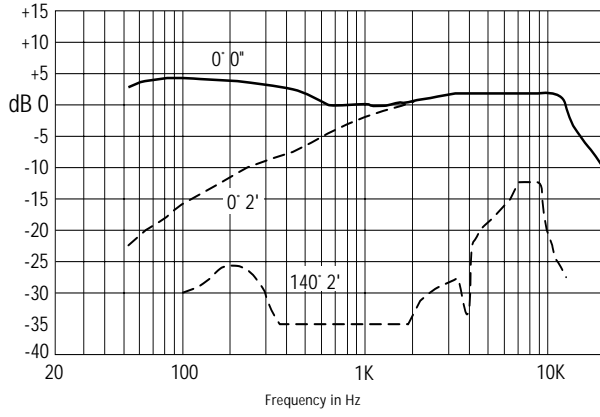

Fig. 2
**Polar pattern:** Cardioid. See Fig. 2.